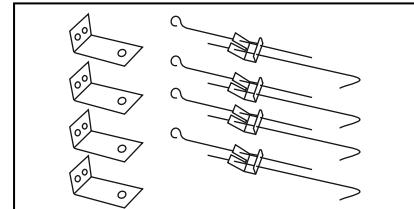

Рис. 1
- 5.8 Конструкция осветительного прибора предусмотрена монтаж на трёх или проволочные подвесы (рис. 1).